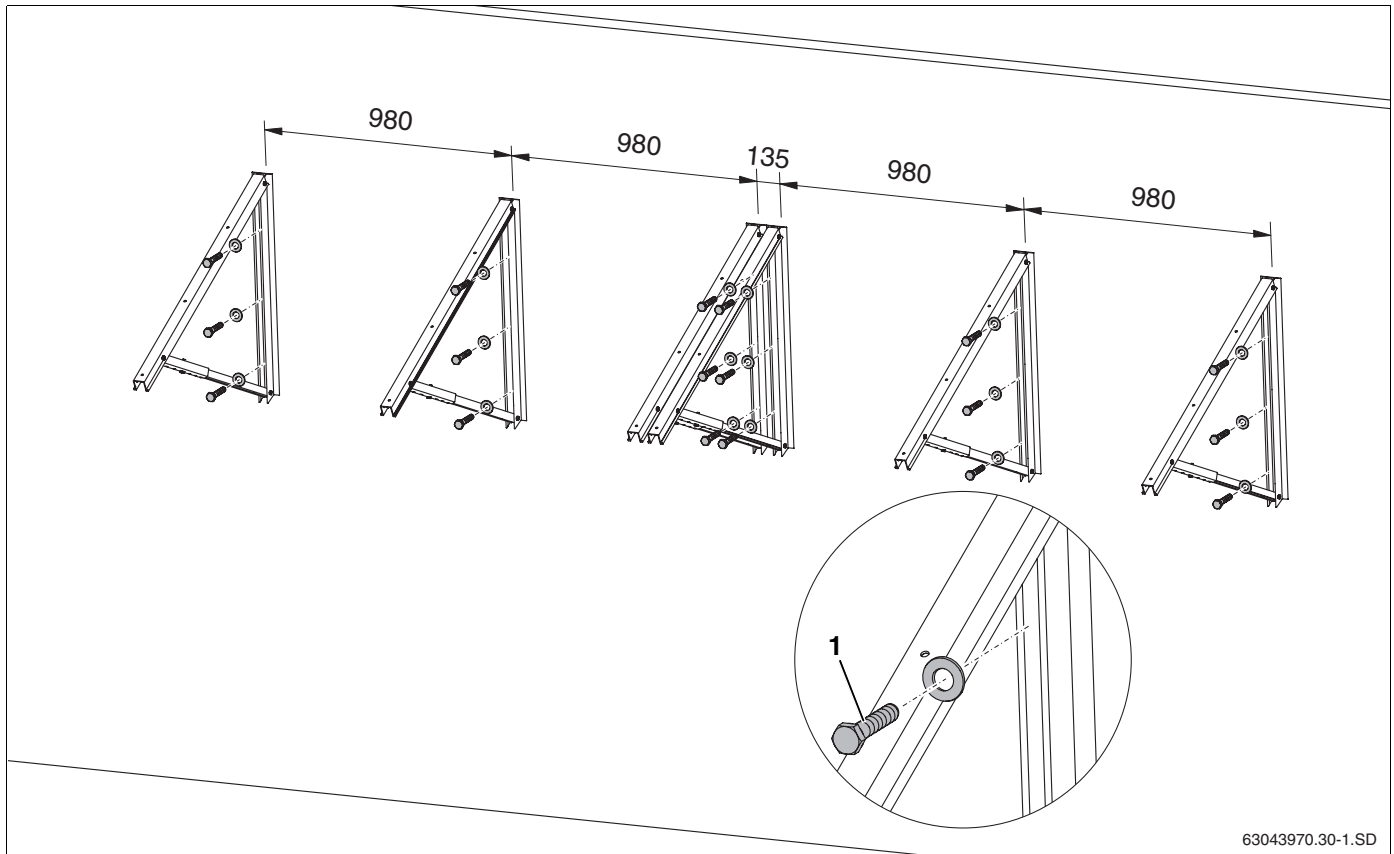

Fig. 30 Montage des supports sur façade pour 2 capteurs (indications en mm)
- Fixer chaque support avec 3 vis (voir tabl. 9, fig. 30, **pos. 1**) l'un à côté de l'autre sur la façade.